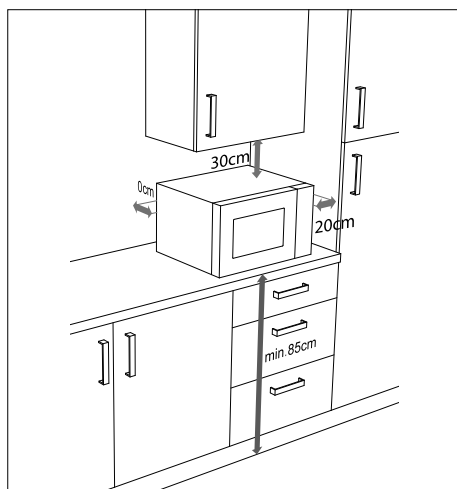

Abb. 4 – Geräteabstand
- ▶ Für eine ausreichende Belüftung müssen die in „**Abb. 4 – Geräteabstand**“ dargestellten Abstände eingehalten werden. Der Abstandshalter an der Geräterückseite muss die Wand berühren. Er gewährleistet den korrekten Abstand beim Aufstellen der Mikrowelle.